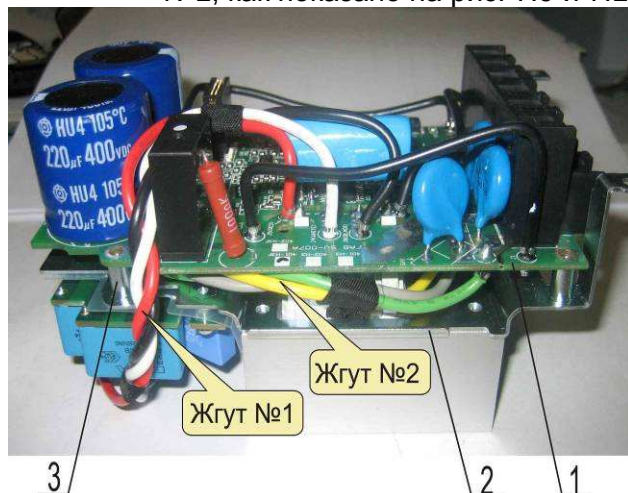
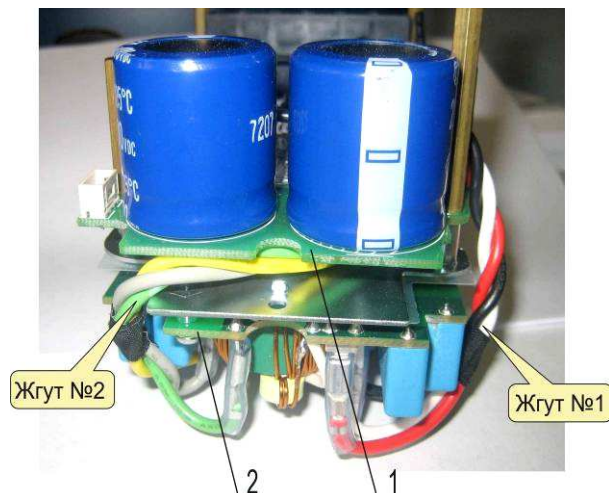

Рис. 7.9
Рис. 7.10
7.3.7. Установить плату 1, совместив отверстия платы с резьбовыми отверстиями стоек 3 пластины 2 (рис. 7.9) и выводами матрицы.
7.3.8. Проложить жгут №2 между платой 1 и пластиной 2 (рис. 7.9). Вывести концы жгута №2 с ножевыми наконечниками на угол платы 2 (рис. 7.10). Проложить жгут №1, как показано на рис. 7.9 и 7.10.